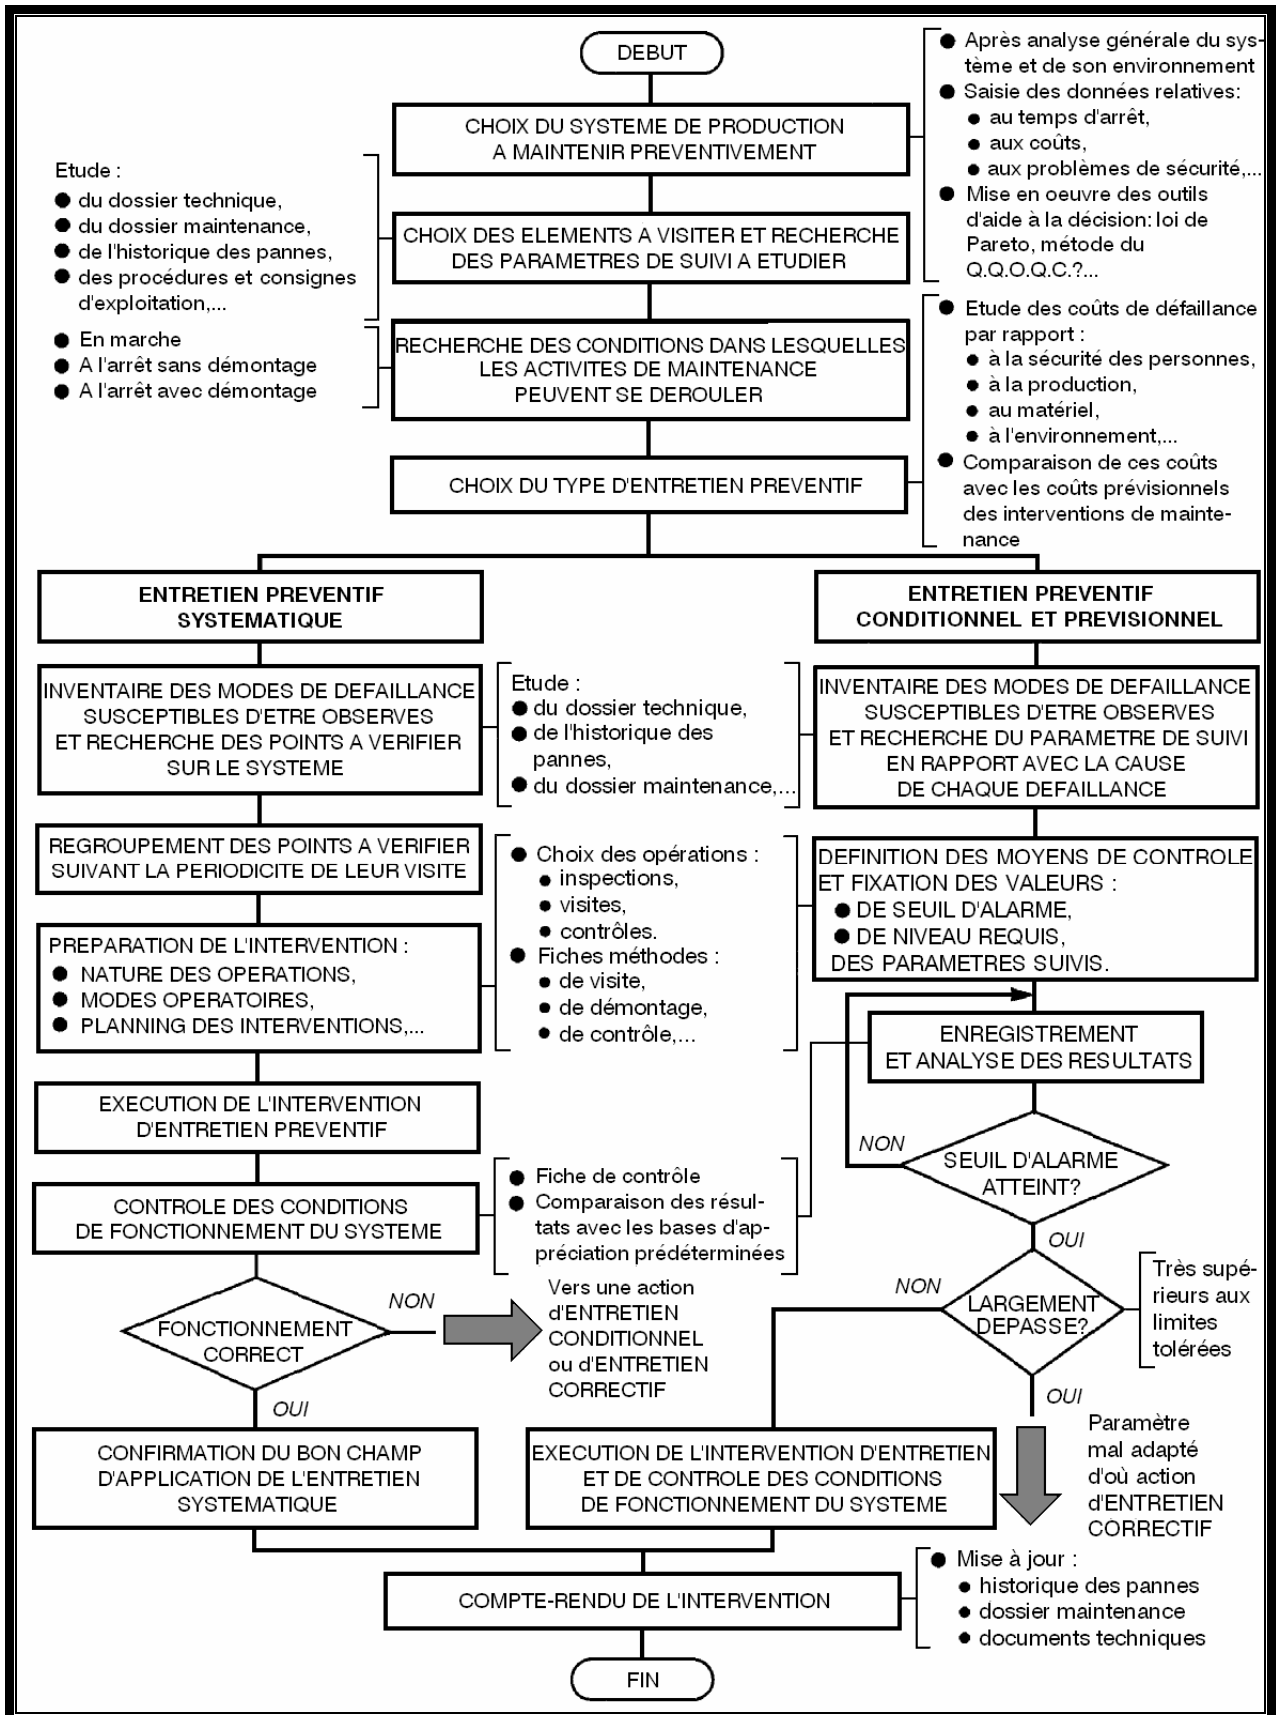

Fig. 3a
3. Mise en œuvre d'une action d'entretien préventif (suivant fig.3a).